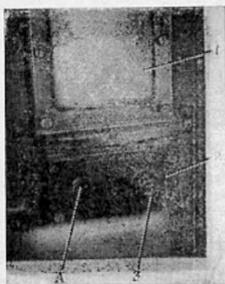

Рис. 39 Люки картеров сцепления и маховика.
- снимите крышки люков картеров сцепления и маховика (рис. 39);